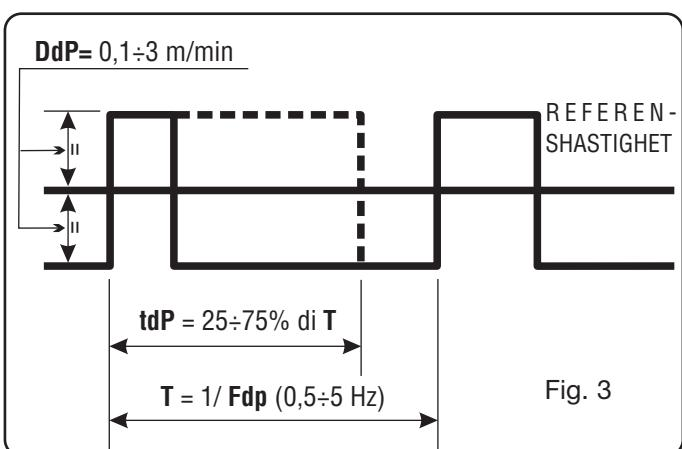

Fig. 3
5. Vrid på vredet **N** tills förkortningen **tdP** visas. Detta är varaktigheten för den högsta trådhastigheten, d.v.s. den högsta strömmen. Uttrycks i procent av tiden som har beräknats med frekvensen **Fdp** (se fig. 3). Vrid på vredet **Q** för att reglera procentsatsen. Inställning 25 - 75 % (standardvärde 50 %).